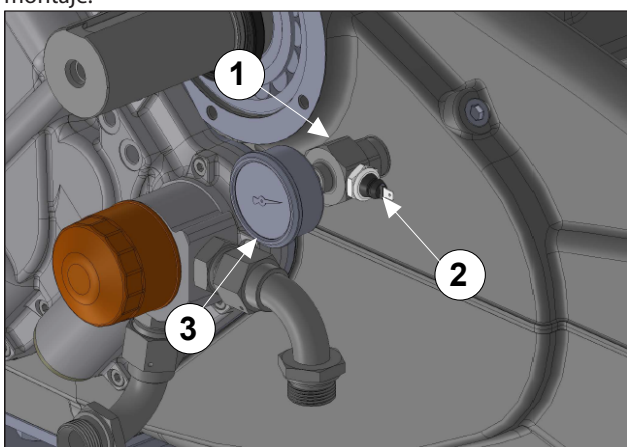

Fig. 133
Utilizar el sellador de racores LOX-EAL 53-14 o un producto similar para humedecer el empalme en T (pos. ①), el tapón (pos. ②) y el manómetro (pos. ③) Fig. 133, y efectuar el montaje.